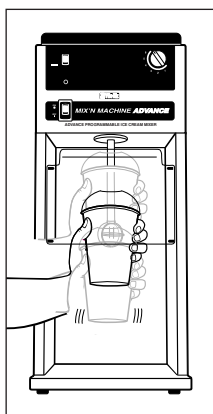

Figura 4
6. Con movimientos circulares, suba y baje gradualmente el vaso alrededor del agitador y bien cerca de los laterales del vaso. (Si el helado está sólido, lleve a cabo este procedimiento lentamente). Desarrolle su propia técnica para lograr la consistencia deseada del producto acabado. El agitador quebrará y triturará los ingredientes sólidos. Sin embargo, no está diseñado para que los triture por completo, y en el producto final quedarán trozos de los ingredientes sólidos. Consulte la Figura 4.